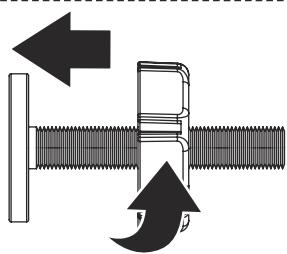

Figure 1-1
Repérez les (4) tiges filetées (B). Faites tourner les roues de réglage le long du filetage, en éliminant l'espace entre la roue de réglage et le pied en caoutchouc (Figure 1-1).